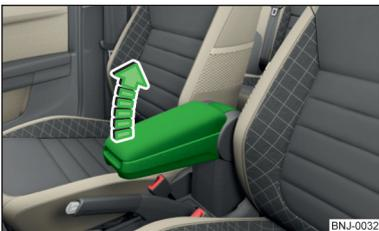

Fig. 64
► Elevar el apoyabrazos en el sentido de la flecha en una de las cinco posiciones de retención » fig. 64.
► Elevar el apoyabrazos en el sentido de la flecha hasta el tope » fig. 64.